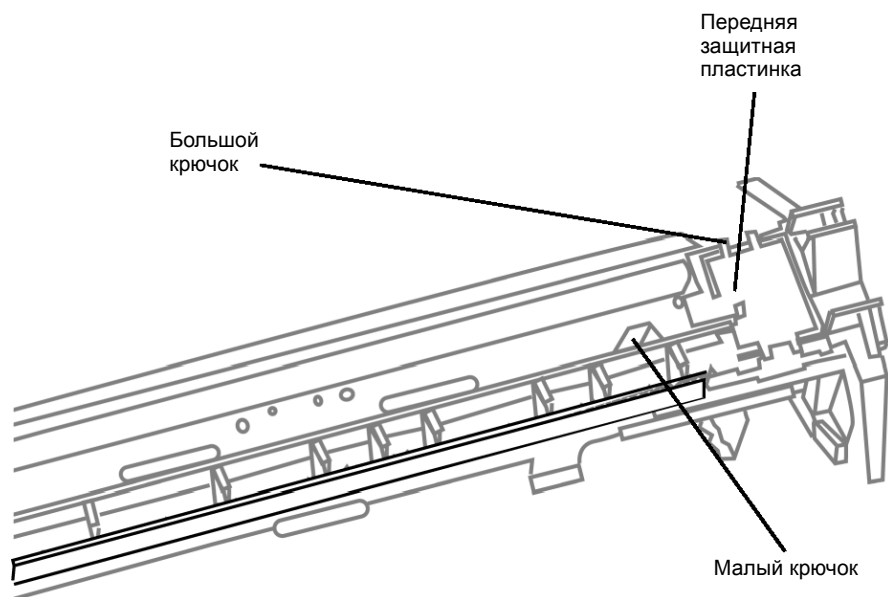

Рисунок 1 Снятие защитной пластинки
Будьте осторожны, не поранитесь об острые зубцы коротрона (Рисунок 1) .
3. Снимите защитную пластинку на переднем конце коротрона (Рисунок 1).